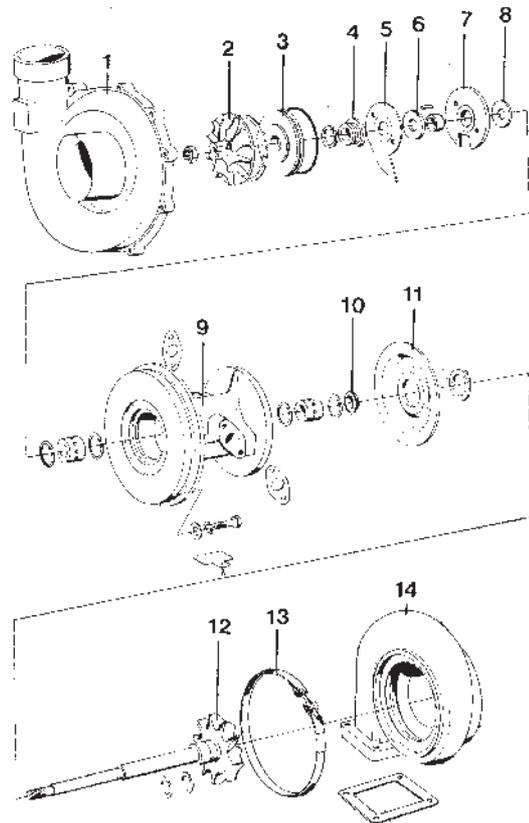

Fig. 204. Holset 4 LGK
2. Tracer des repères entre le carter de turbine (14, figure 204), le carter de roulement (9) et le carter de compresseur (1).